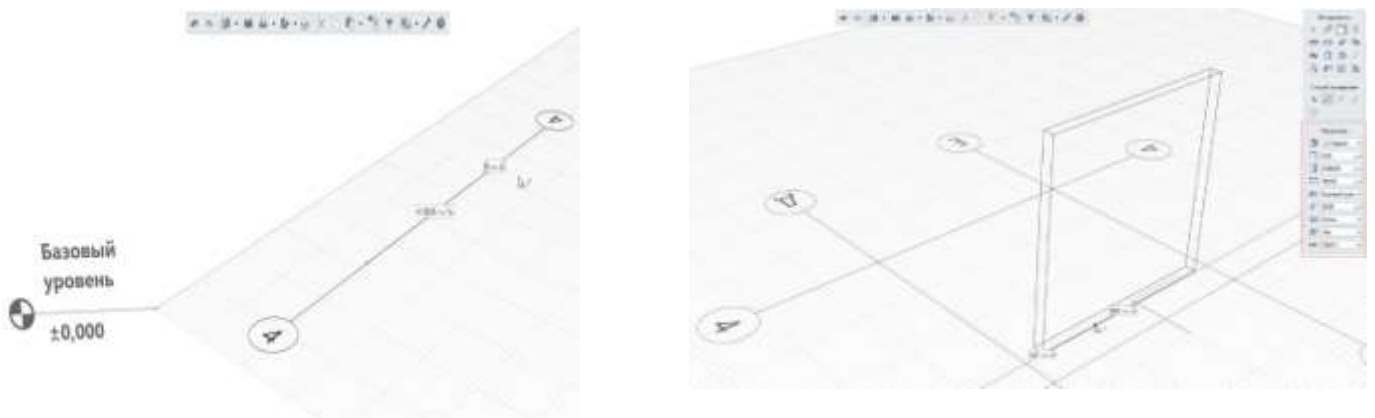

Рисунок 13.1 - Построение оси, стены
1. Строим несколько осей, используя инструмент *Ось*, (рис. 13.1), между которыми будет расположена шахта лифта. Для удобства можно вводить координаты численно; введенные координаты закрепляются автоматически. Построение опалубки будущих панелей инструментом *Стена* (рис.13.1). Зададим основные свойства: тип привязки, высоту, толщину панели, положение относительно рабочей плоскости.